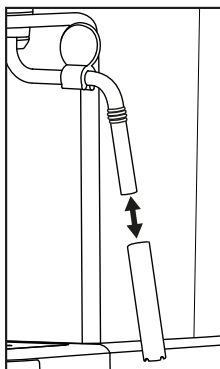

Figura 3
- 1) Collocare un contenitore vuoto sotto il montalatte **⑧**.
- 2) Portare il regolatore di vapore **⑤** direttamente dopo l'uso su "" e fare uscire del vapore per qualche secondo.
- 3) Chiudere il regolatore di vapore **⑤** (ruotare fino all'arresto in direzione "O"), spegnere l'apparecchio e tirare la spina.
- 5) Togliere il cappuccio del montalatte ❸ (vedere figura 3) e pulirla accuratamente con acqua calda e un poco di detersivo. Eventualmente usare una piccola spazzola per pulire anche l'interno del cappuccio. Poi sciacquare il cappuccio con acqua pulita.
- 7) Far scorrere nuovamente l'involucro sull'ugello (Figura 3).